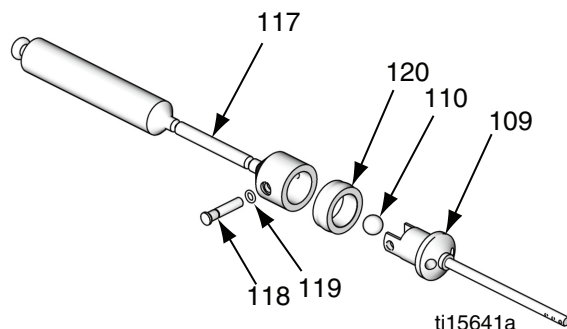

Figure 5 Разберите клапан поршня.
6. См. рис. 5. Вытолкните сдвижной шток (117) из нижней части цилиндра (101).
7. Извлеките фиксирующий штифт (118), уплотнительное кольцо (119) и шарик (110).